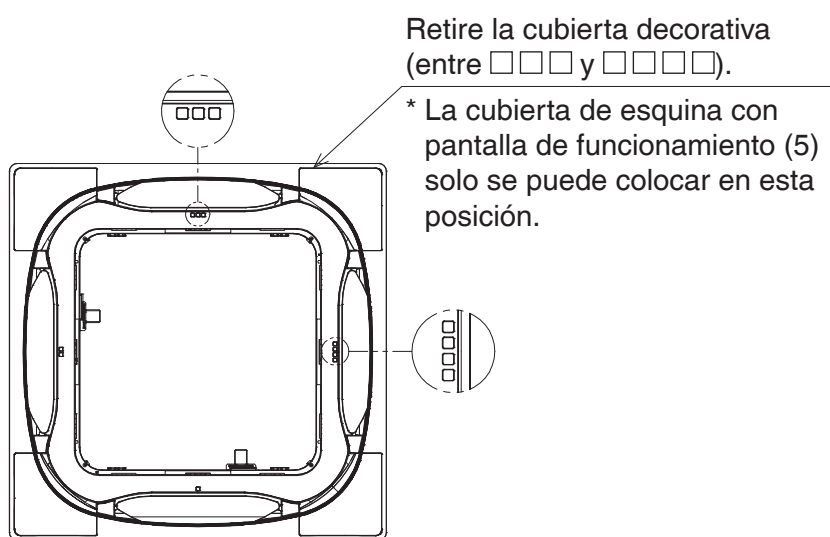

Figura 16
2. Retire la cubierta decorativa de la posición que se muestra en la **Figura 16** (marcada con □□□ y □□□□). (Consulte la **Figura 16**). (Ya no se necesita la cubierta decorativa que se quitó).